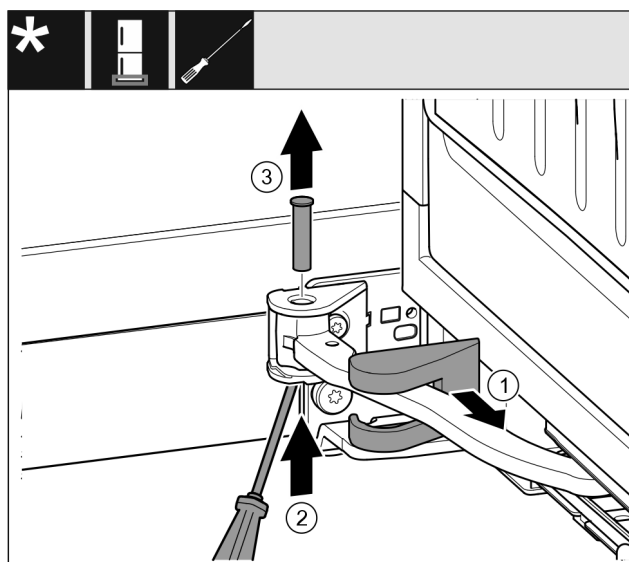

Fig. 15
- Rimuovere la copertura del blocco di supporto Fig. 15 (1) e spingerla lungo il giunto.
- Sollevare dal basso i perni Fig. 15 (2) con un cacciavite.
- Estrarre il perno Fig. 15 (3) dall'alto.